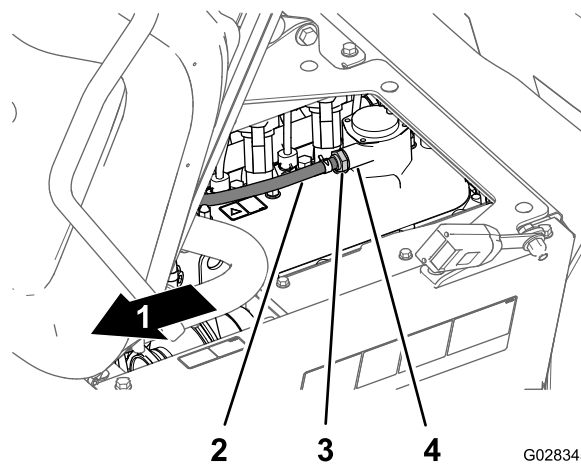

Figura 78
Nota: Si suena el limitador interno de la válvula, la válvula del sistema PCV está bien; si el limitador interno no está libre y no suena al sacudirse, sustituya la válvula (Figura 78).
4. Introduzca la válvula del sistema PCV hasta que quede correctamente asentada en la junta del acoplamiento de la tapa de válvulas (Figura 78).
- Retire la válvula del sistema PCV del acoplamiento de la tapa de válvulas (Figura 78).